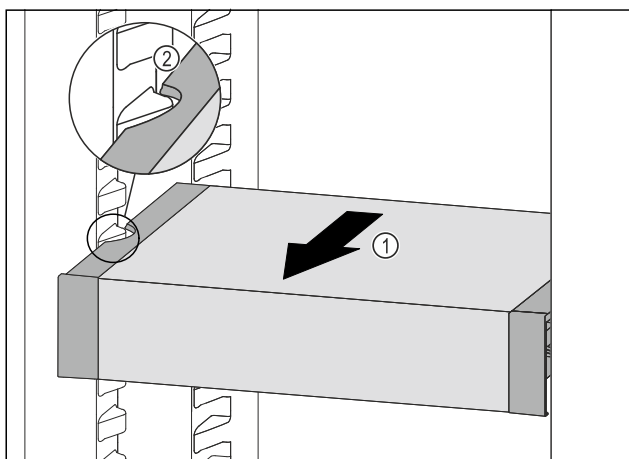

Fig. 116
- Trageți în față VarioSafe Fig. 116 (1), până când degajările laterale ale VarioSafe se află la înălțimea nervurii recipientului din frigider. Fig. 116 (2)